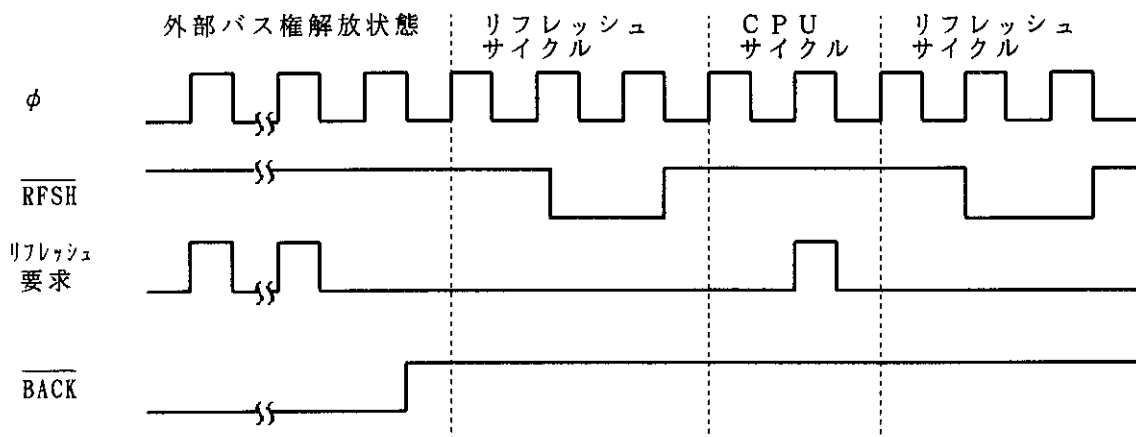

図7.24 バス解放状態時のリフレッシュサイクル
- (2) 外部バス権解放状態、ソフトウェアスタンバイモード、またはバスサイクルがウェイトステートの挿入により長く続く場合、リフレッシュサイクルは実行されません。したがって、これらの状態では、別の方法でリフレッシュを行う必要があります。
- (3) 外部バス権解放状態中に内部でリフレッシュ要求が発生した場合、最初の要求が保持され、バス権解放状態解除後、リフレッシュサイクルが1回だけ実行されます。図7.24にその場合のバスサイクルを示します。